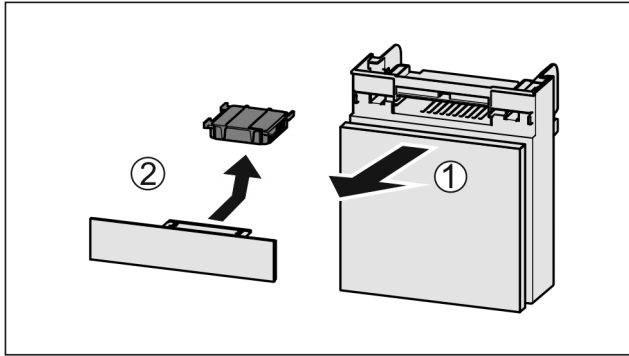

Fig. 143
- ▶ Fach nach vorne herausziehen Fig. 143 (1).
- ▶ Aktivkohlefilter entnehmen Fig. 143 (2).